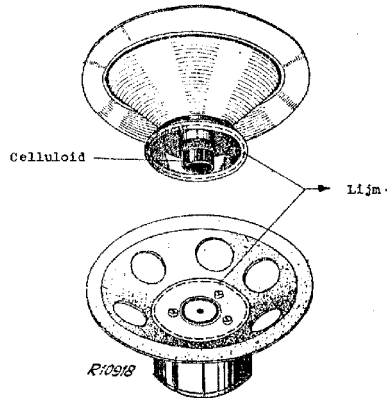

Fig.6
5. Een stukje celluloid x) tezamen met het spreekspoeltje in de luchtspleet steken (zie fig.6).